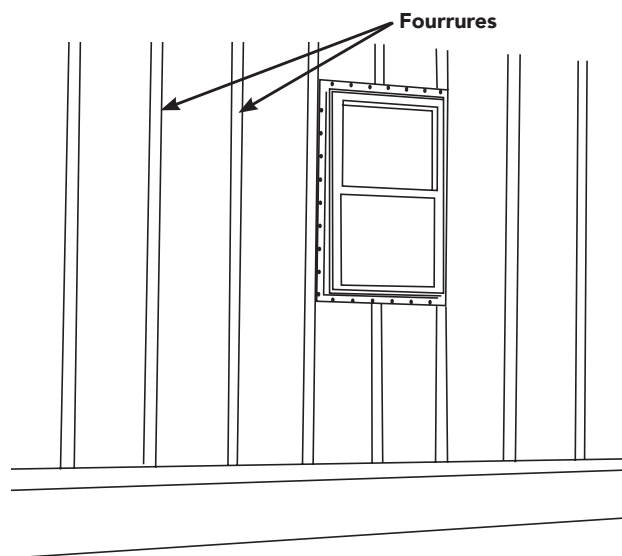

Figure 23
- Vérifier la planéité de tous les murs; poser au besoin des fourrures. Si l'on pose des fourrures, prendre les mesures qui s'imposent pour que leur surface soit lisse en continu. (Figure 23.)